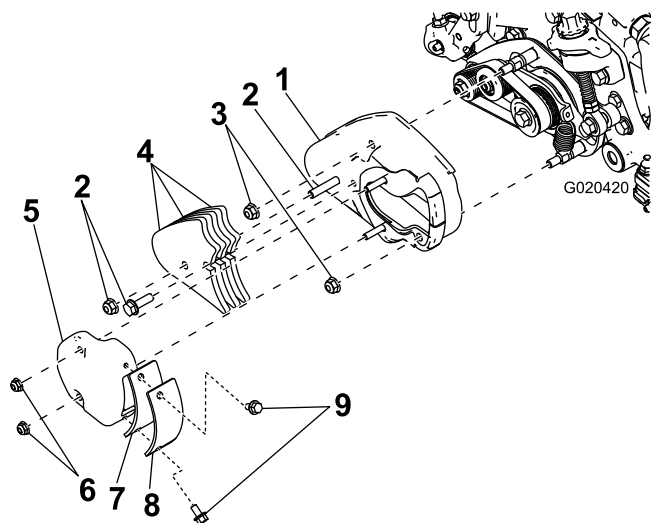

Figure 2
1. Retirez les 2 écrous à embase qui fixent le couvercle d'accès au couvercle du groomer et mettez-les de côté (Figure 2).
2. Retirez les 2 boulons à embase qui fixent la plaque de protection et le joint au couvercle d'accès du groomer (Figure 2).
5. Déposez les 2 boulons et écrous qui fixent les contrepoids au couvercle du groomer et mettez-les au rebut (Figure 2).